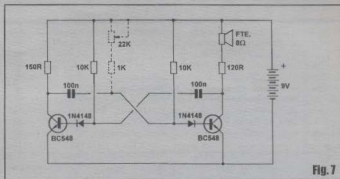

Fig. 7
- FIG. 7 - DIAGRAMA ESQUEMÁTICO DO MULTIVIBRADOR ASTÁVEL DE ÁUDIO... - Com a mesma estrutura básica dos módulos circuitais já demonstrados na presente lição, o multivibrador astável de áudio é visto em esquema, no diagrama... Notar, principalmente, que as lâmpadas (agora não mais nos interessa uma manifestação puramente visual ou óptica...) foram substituídas por resistores, na condição de cargas dos coletores dos dois BC548... Além disso, para que a manifestação acústica possa ser sentida, uma das cargas de coletor é formada não só pelo resistor como também pelo mencionado alto-falante... Lembrar que a impedância/resistência de um alto-falante comum (8 ohms) é normalmente muito baixa para que o mesmo seja estabelecido como carga única de coletor de um BC548, uma vez que nesse caso seria praticamente inevitável ultrapassarmos os limites de I_{max} do dito transistor... É por isso que no ramo do astável que excita o alto-falante,
O caro leitor/aluno poderá experimentar outros valores para os capacitores, sempre conferindo matematicamente os cálculos, verificando as frequências teórica e praticamente obtidas, comprovando que *quanto menor* os valores de **C**, mais altas serão as frequências, e vice-versa... Se quiser experimentar um multivibrador astável com frequência continuamente ajustável (ver ligações tracejadas na FIG. 7) bastará substituir um dos resistores de 10K por um simples arranjo em série, formado por um resistor fixo de 1K e um potenciômetro (ou *trim-pot*) de 22K... A prática recomenda que a soma dos valores do resistor fixo com o resistor ajustável